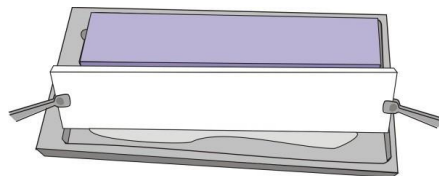

Abb. 3
- Überschüssigen Elektrodenpuffer durch Aufrichten der Wicks entlang der Längskante im PaperPool (Abb. 3) beseitigen.